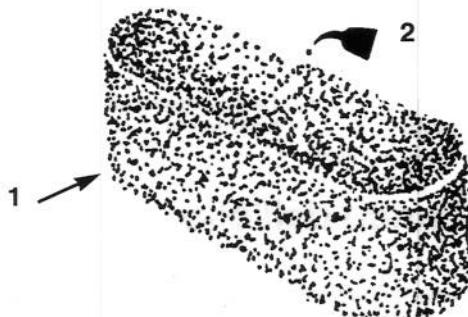

Fig. 31
- Versate 25–50 g di olio sul filtro (Fig. 31), e strizzatelo per distribuire l'olio.